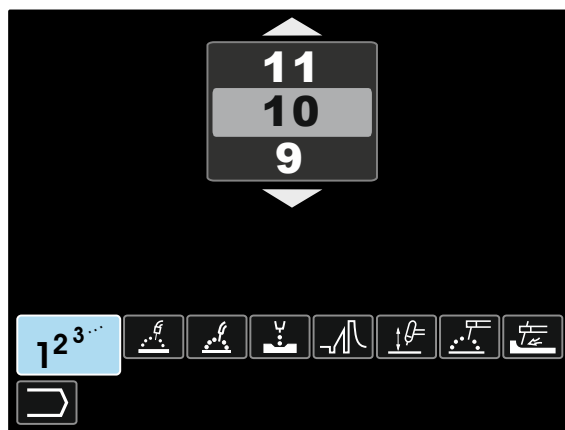

Figura 8
- Utilizzare il Comando di impostazione [11] per evidenziare l'icona Scelta del Processo di saldatura – Figura 8.